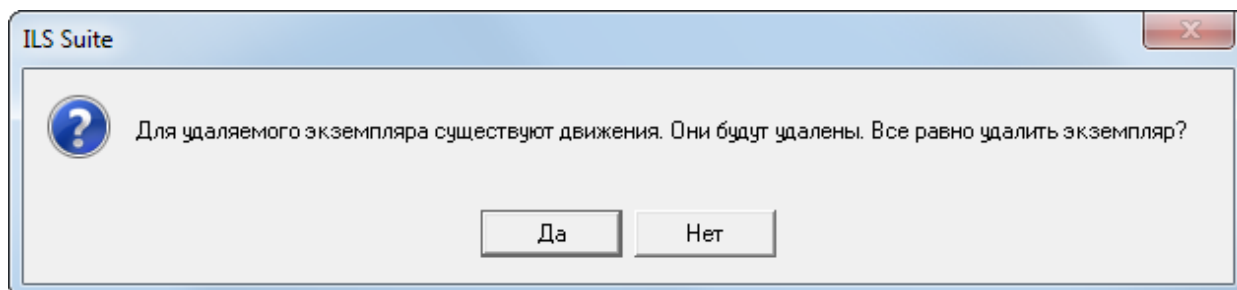

Рис. 13-20 – Диалоговое окно
3) Если для удаляемого экземпляра ФИ или входящих в него экземпляров ПКИ⁵⁸⁾ существуют движения, то появляется следующее диалоговое окно (рис. 13-20):